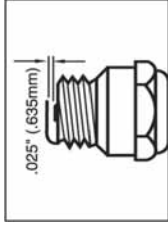

Fig. 13
1. Distance des électrodes de la bougie d'allumage = 0,25" (635 mm) (Fig. 13).